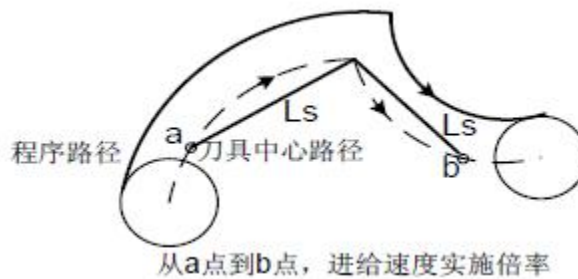

图3-6-2-3 圆弧到圆弧
5、考虑一个程序有直线到圆弧，也有圆弧到直线，如图3-6-2-4所示，从a点到b点和